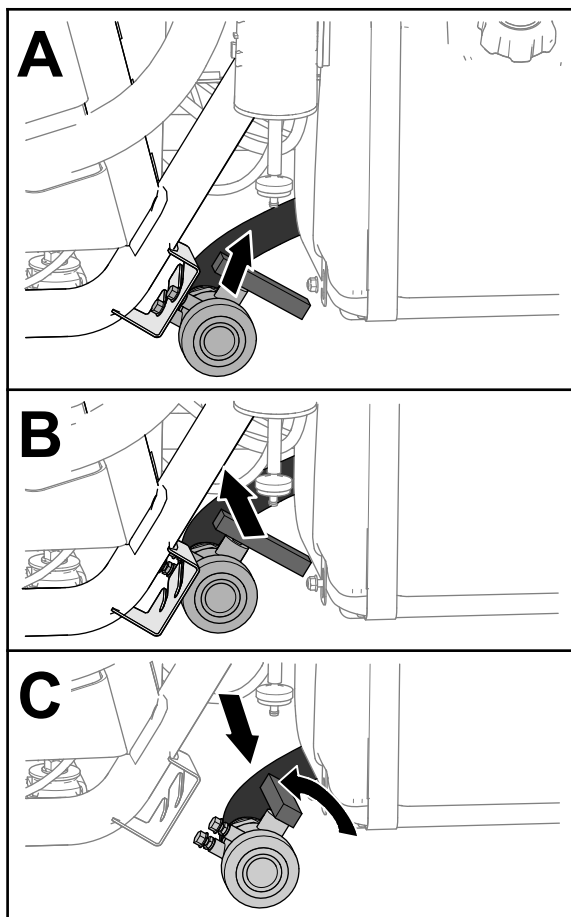

图 28
2. 找到机器左侧、油缸前方的药缸排水阀图 28。
3. 提起排水阀并向内移动直至阀的安装螺栓离开排水阀支架中的槽然后向后移动排水阀图 28。
4. 将排水阀的端部与排水容器对齐将手柄逆时针旋转至打开位置图 28。
5. 当药缸完全排空时将排水阀手柄旋回已关闭位置然后将排放阀安装到支架上图 28。